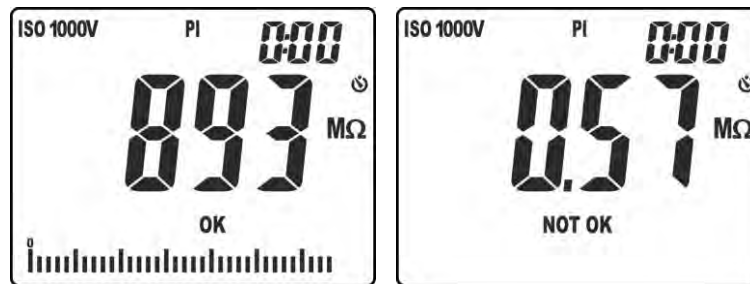

Abb. 23: Ergebnisse der Isolationsmessung im Betriebsmodus PI
9. In der Bildschirmseite in der Abb. 23 – linke Seite wird am Ende der Messung der Wert des Isolationswiderstands mit positivem Ergebnis "OK" angegeben (Wert höher als der eingestellte Grenzwert). In der Bildschirmseite in der Abb. 23 – rechte Seite wird am Ende der Messung der Wert des Isolationswiderstands mit negativem Ergebnis "NOT OK" angegeben (Wert niedriger als der eingestellte Grenzwert).